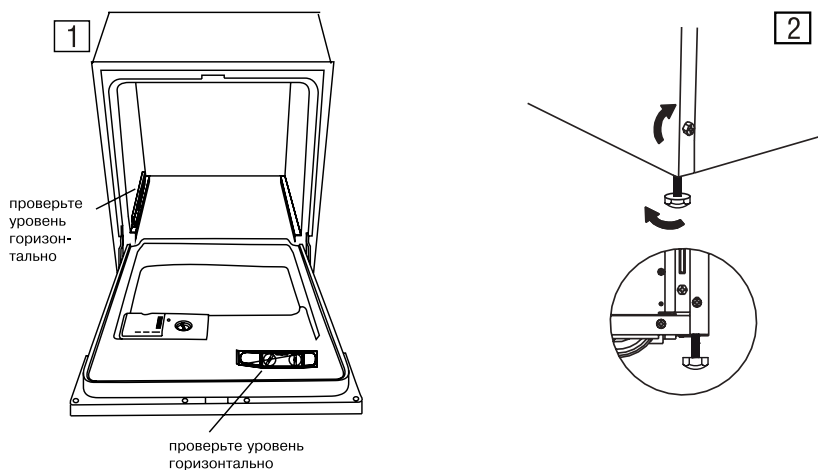

Рис. 8. Регулирование горизонтального положения машины
1. Положите уровень на дверцу и нижний рельс (см. п. 1 на рис. 8) чтобы выровнять машину.